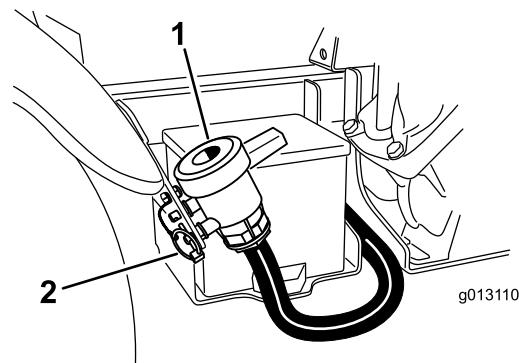

Figura 26
- La valvola di spурgo del serbatoio è situata sul lato destro della macchina (Figura 26). La valvola è sulla staffa del parafango accanto alla batteria.